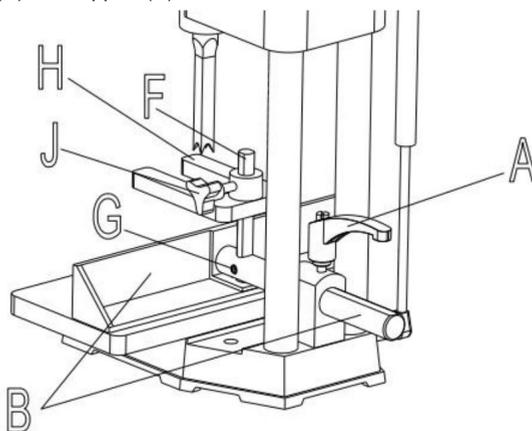

Fig. 7
1. Lokalisera handtagsenheten och ta bort skruven (A) Fig.7 och fjädern (B) från handtaget (C). Sperat handtag (C) från tappen (D).
2. Sätt in stängselens stång (E) Fig. 7, genom hålet i kolumnen enligt bilden.
3. Sätt in stång (F) Fig. 7, i hålet ovanpå staketet enligt bilden, och dra åt setet skruva (G) mot plan på stången (F).
4. Montera nedhållaren (H) Fig. 7, på stången (F) enligt bilden, och dra åt ställskruv (J) mot plan på stången.